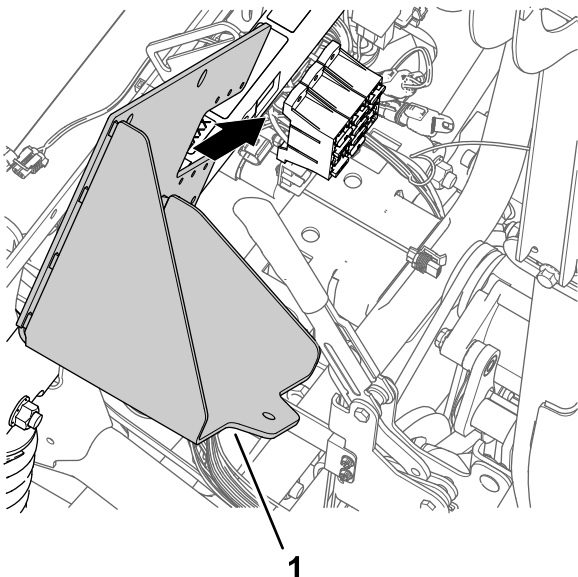

图175
1. 将新电池支架与机器减震支撑管和保险丝盒对齐 图 175。